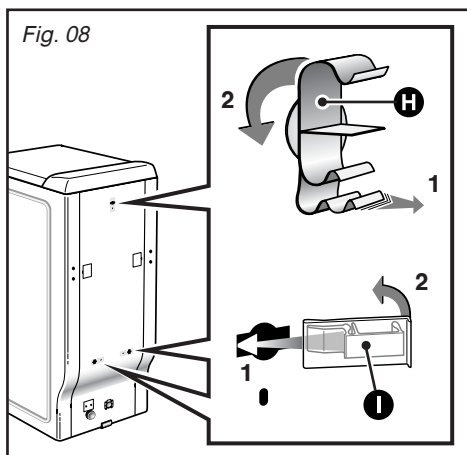

Fig. 08
**Enlevez les colliers support tuyaux **H** et obtrosez impérativement les trous à l'aide des caches **I** (fournis dans le sachet d'accessoires) (Fig. 08)**